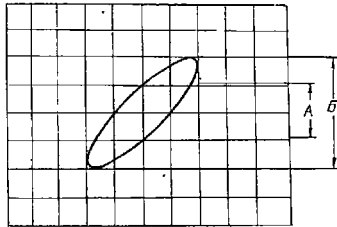

Рис. 9. Измерение разности фаз (X—Y)
- е) измерьте расстояния А и Б, как показано на рис. 9.